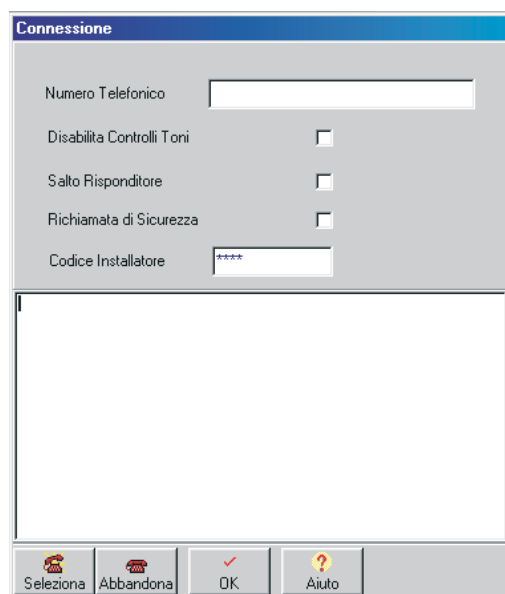

Figura 54 Finestra per la connessione via telefono alla Centrale
3. Selezionare **Connessione** nel menu **Modem**: sarà aperta la finestra **Connessione** (Figura 54).